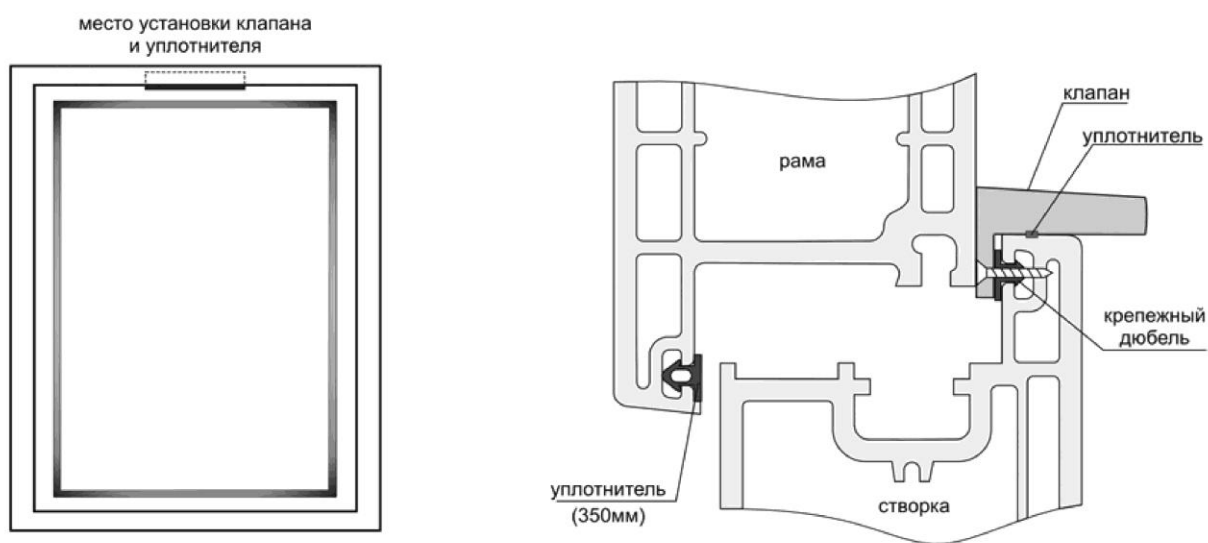

рис. 1
5. Заменить фрагмент типового уплотнителя на раме специальным уплотнителем длиной 350 мм напротив клапана рис.1.